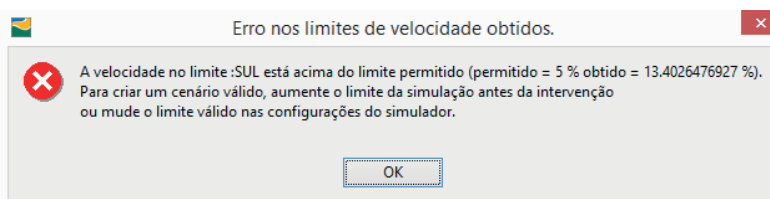

Figura 4.3 Mensagem de Erro na simulação da velocidade no SCBR.
4.6. O que significa a mensagem “Erro nos limites de velocidade obtidos” (Figura 4.3)?